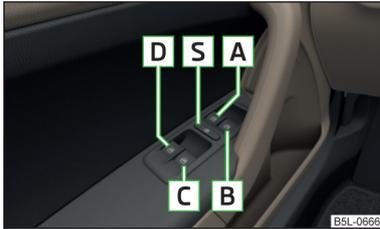

Fig. 21
- Si se transportan niños en los asientos traseros, se recomienda poner fuera de funcionamiento los elevalunas eléctricos de las puertas traseras (conmutador de seguridad) S » fig. 21 de la página 46.
Teclas de los elevavanas » fig. 21.
Se pueden poner fuera de servicio las teclas de los elevavanas de las puertas traseras pulsando el interruptor de seguridad **S** » fig. 21. Se ponen de nuevo en funcionamiento las teclas en las puertas traseras pulsando de nuevo el interruptor de seguridad **S**.
- Mantenga la tecla **A**1) en la posición de apertura » fig. 21 de la página 46.
- Mantenga la tecla **A**1) en la posición de cierre » fig. 21 de la página 46.